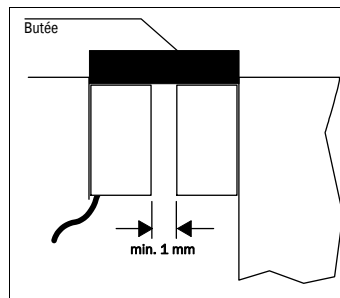

Fig. 5 : Exemple de montage d'un interrupteur de sécurité et de son actionneur
- Monter l'interrupteur de sécurité et l'actionneur de sorte qu'ils ne se touchent pas: Protecteur fermé, la distance minimale des faces en regard est de 1 mm (Fig. 5).
- Fixer une butée supplémentaire et un guidage pour la partie mobile du dispositif de protection (Fig. 5).